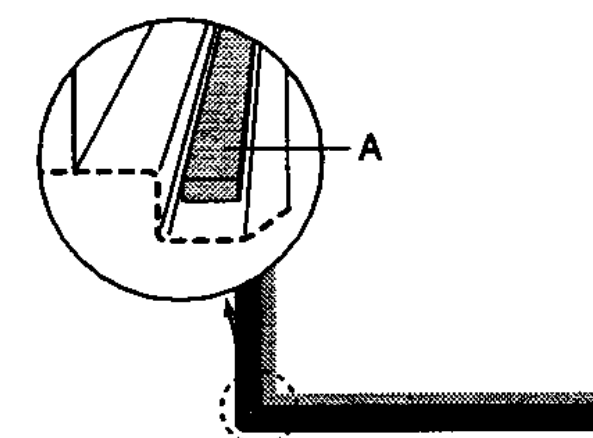

fig. 5
- Plak het meegeleverde afdichtband (A) onder de rand van de kookplaat (zie fig. 5).